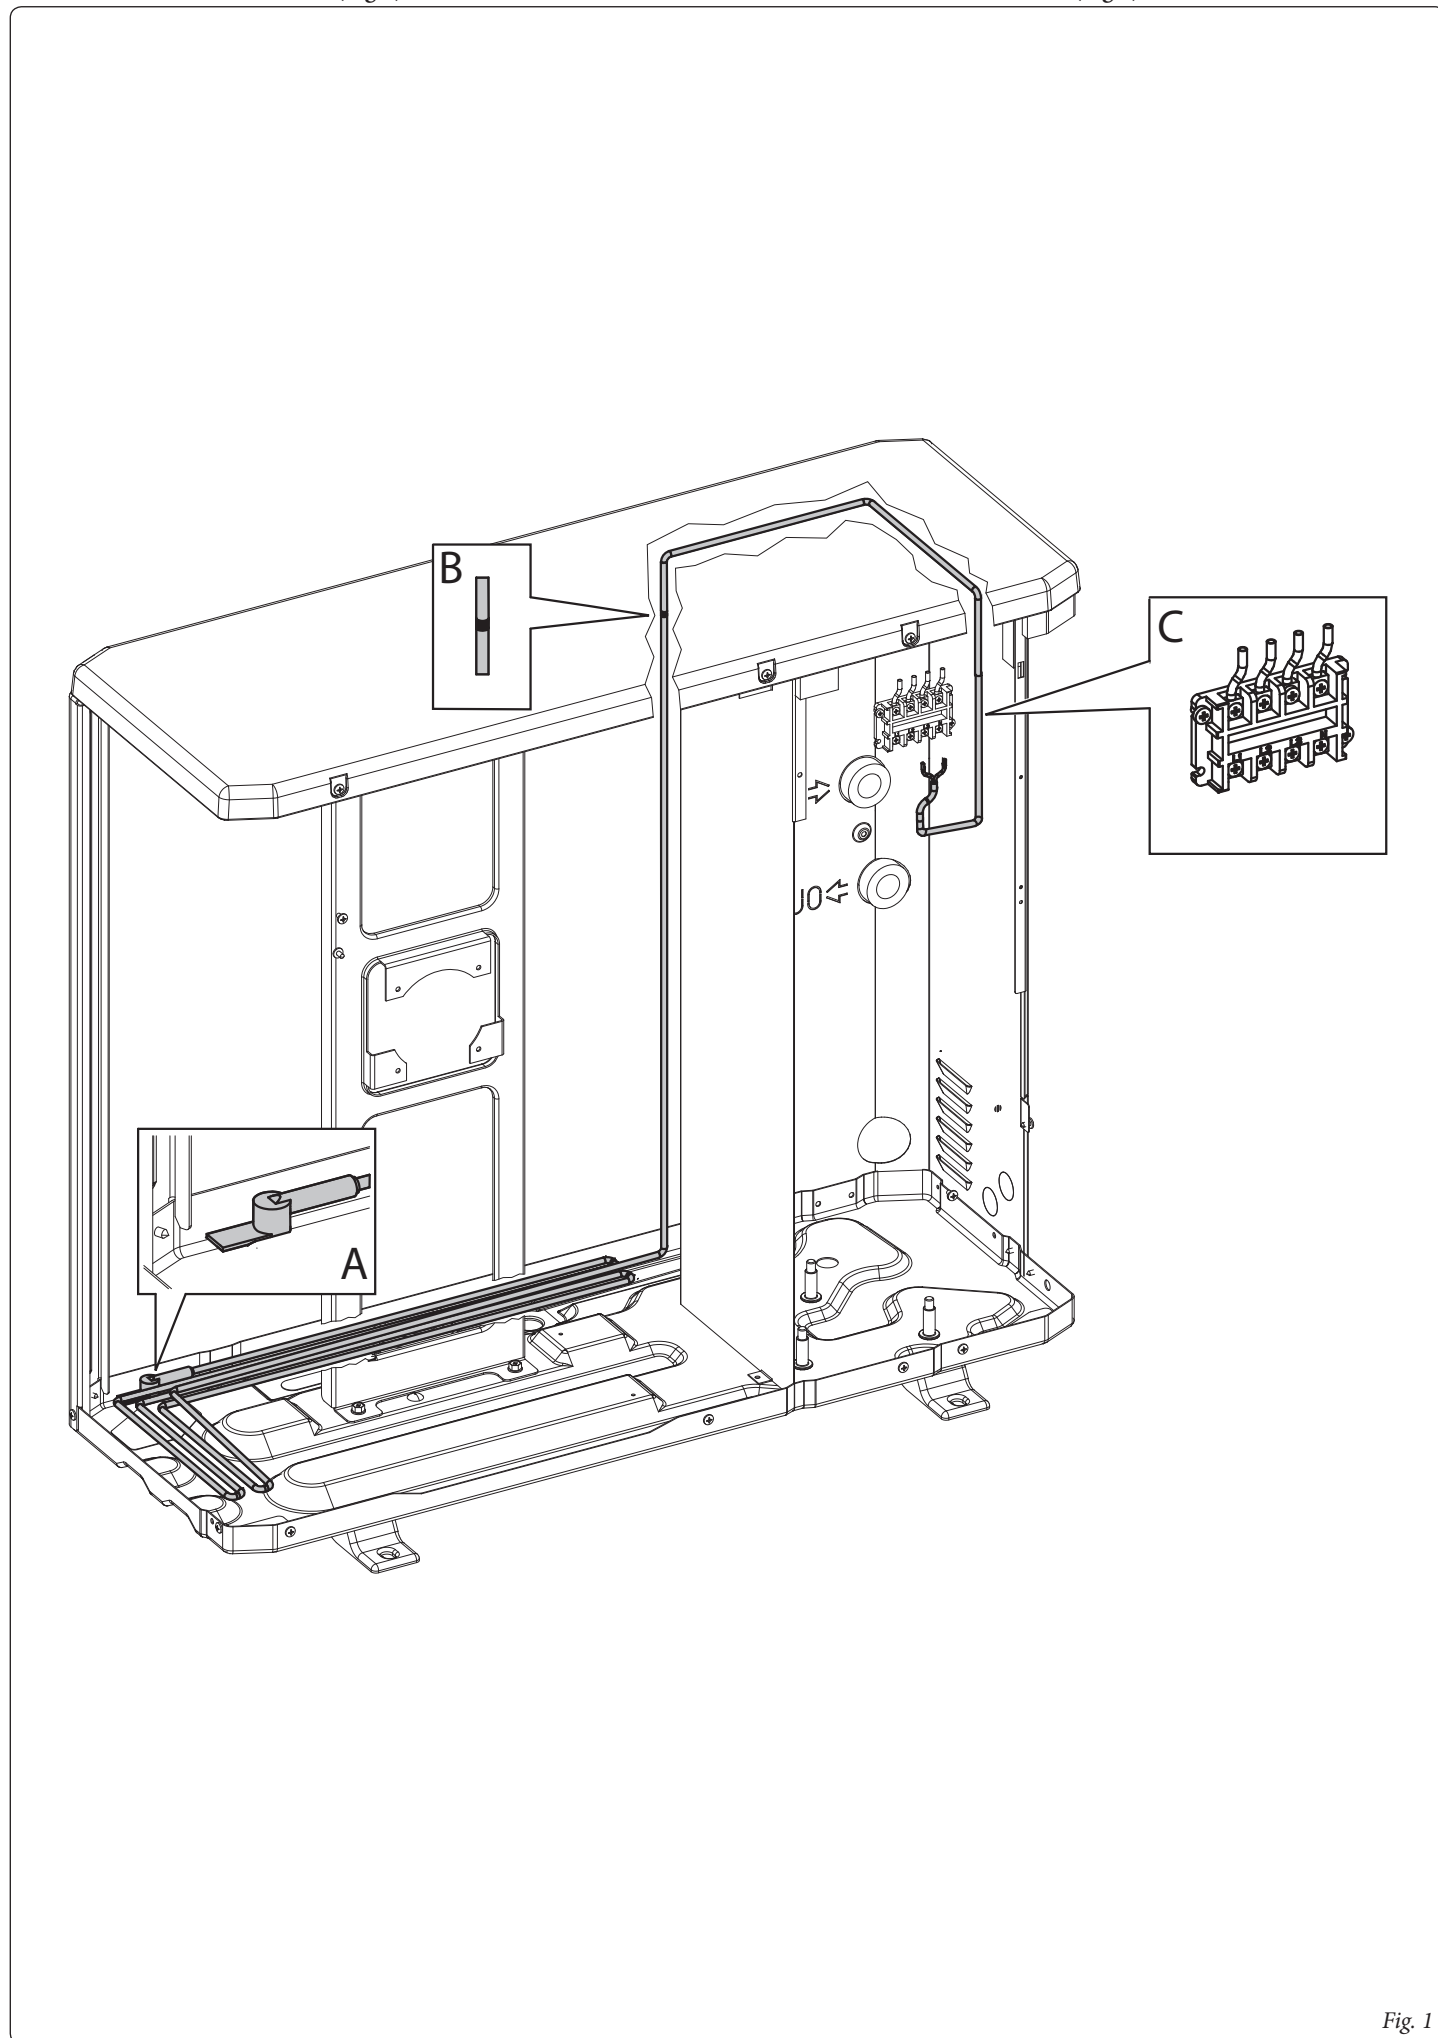

Fig. 1
Modelli Audax 6 - 8 - Audax Pro 4 - 6 V2 (Fig. 1).
- Stendere il cavo scaldante secondo il percorso illustrato in Fig. 1.
Models Audax 6 - 8 - Audax Pro 4 - 6 V2 (Fig. 1).
- Lay the heating cable according to the path shown in Fig. 1.
Audax 6 - 8 - Audax Pro 4 - 6 V2 (Fig.1).